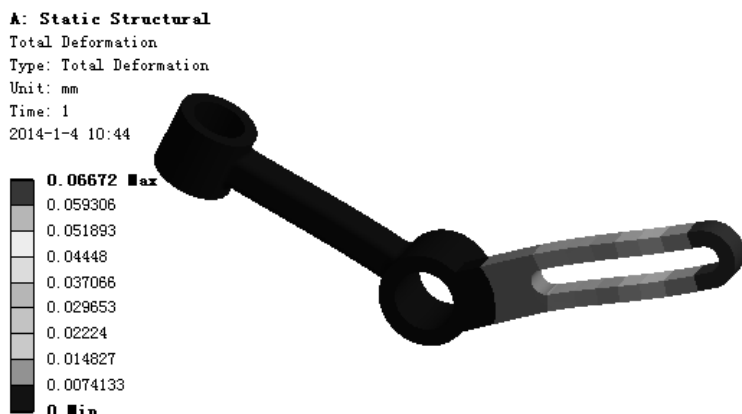

图 9.1.10 位移变形结果图解
(3) 查看位移变形结果图解。在“Outline”窗口中选中  Total Deformation，查看图 9.1.10 所示的位移变形结果，其最大位移为 0.06672mm。